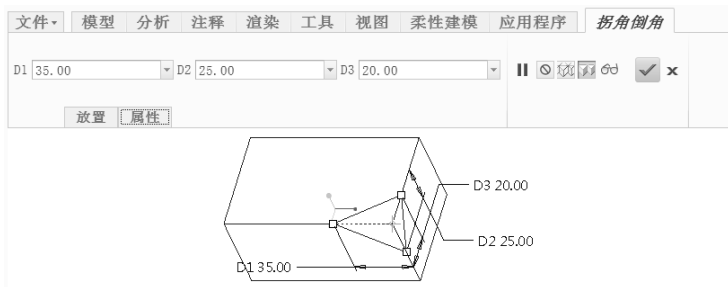

图 6-130 设置 3 个方向的距离值
6) 单击“D3”旁的组合框, 设置沿第三方向边的距离值为“20”, 如图 6-130 所示。